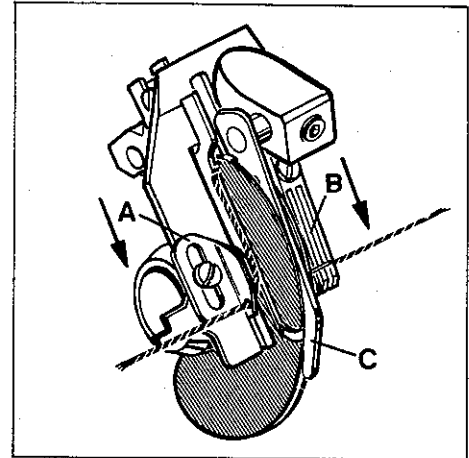

Fig.31
Moving eyelet (A, Fig. 31) and comb (B) in direction of the arrows to the front increases the amount of looper thread in the system, moving to the rear decreases the amount of thread in system.
Durch Verschieben der Fadenführung (A, Fig. 31) und des Kammes (B) in Pfeilrichtung nach vorne wird mehr, durch Verschieben nach hinten wird weniger Greiferfaden abgezogen.
The retaining finger (C, Fig. 31) controls the looper thread after "cast-off", it prevents the looper thread from being wiped under the blade of the looper, when the looper moves from the right to the left. Set the finger (C) accordingly and make sure that it centers exactly between the take-up discs.
Der Abstreiffinger (C, Fig. 31) kontrolliert den Greiferfaden nach dem "Abspringen", er verhindert, daß der Greiferfaden unter die Greiferklinge gezogen wird, wenn sich der Greifer von rechts nach links bewegt. Stellen Sie den Finger (C) entsprechend und beachten Sie, daß er genau mittig zwischen den Aufnehmerscheiben steht.